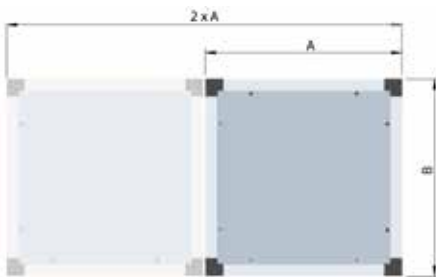

Figura 10: MUB Condición para el montaje (back)
- Cuando el MUB / T debe ser configurado para garantizar que el espacio suficiente para la instalación del dispositivo está disponible (Importante para el motor debido a una Motor-/Lauftradwechsel, véase la Figura 10).